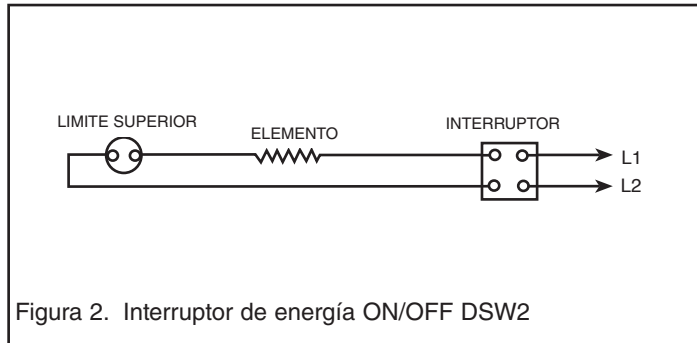

Figura 2. Interruptor de energía ON/OFF DSW2
3. Conecte los cables del interruptor de desconexión a los cables de alimentación y del calentador, tal y como se muestra en el diagrama de cableado, (Figura 2).